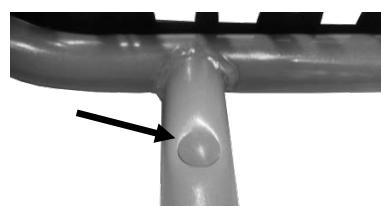

Bild 11: Verschlussstopfen
- Verschließen Sie die hinteren Bohrungen in den Rohren des Leuchträgers mit den Verschlussstopfen (Bild 11).